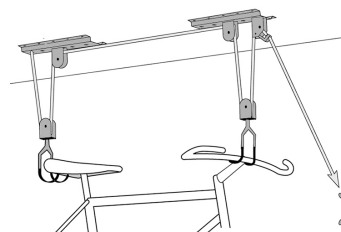

Fig. 1
Consultez la figure 1 durant l'assemblage.
- Montez le support de poulie simple sur la solive (consultez la fig. 1). Le repère de mesure se trouve juste à l'arrière de la poulie. Fixez en place en faisant passer trois vis par les trous centraux restants.